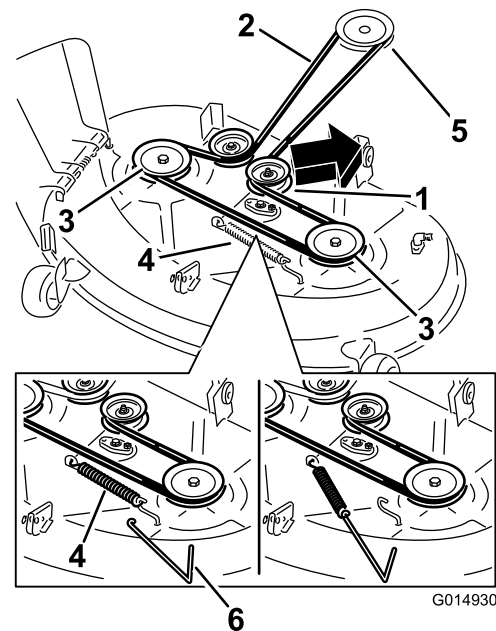

Bild 69
6. Verlegen Sie den neuen Riemen um die Motor- und Mähwerkriemenscheiben (Bild 69).
7. Setzen Sie die Spannscheibenfeder mit einem Werkzeug zur Federentfernung auf den Mähwerkhaken, um die Spannscheibe und den Mähwerkriemen zu spannen (Bild 69).
5. Entfernen Sie die Spannscheibenfeder mit einem Werkzeug zur Federentfernung (Toro Bestellnummer 92-5771) vom Mähwerkhaken, um die Spannung von der Spannscheibe zu nehmen, und rollen Sie den Riemen von den Spannscheiben (Bild 69).